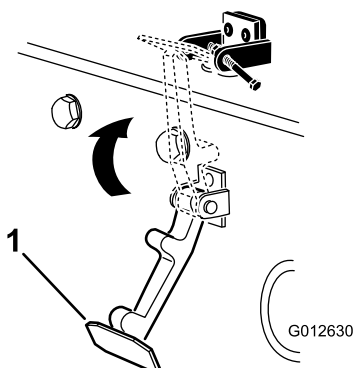

Figura 5
8. Agganciate il fermo sulla relativa staffa (Figura 5).